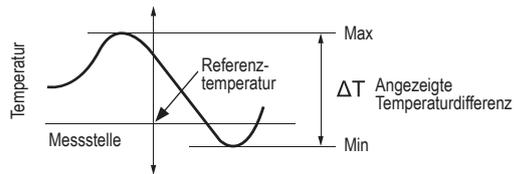

Abb. 2
- Auf dem Display wird die momentan gemessene Temperatur und die Differenz  $\Delta T$  zwischen der höchsten und der niedrigsten gemessenen Temperatur angezeigt (Abb. 2).